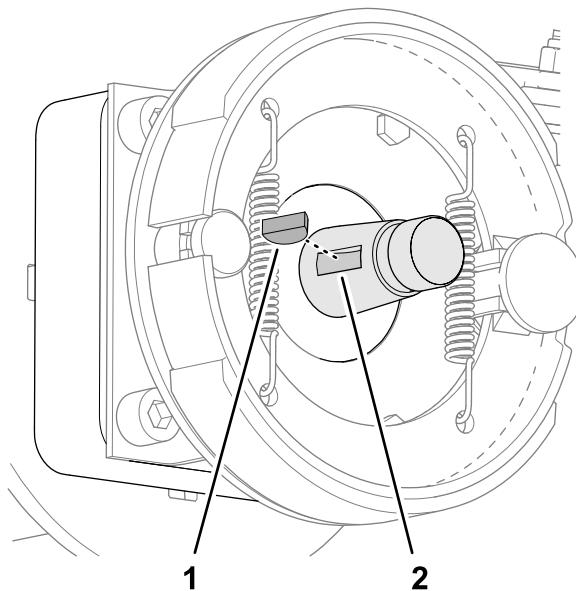

Figura 63
5. Rimuovete la chiave di Woodruff dall'albero motore della ruota (Figura 63).